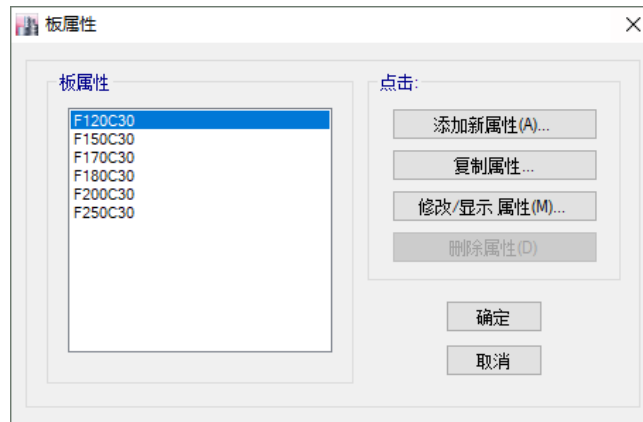

图 10-3 板属性对话框
5. 点击菜单定义>>截面属性>楼板截面，弹出板属性对话框，如图 10-3 所示：